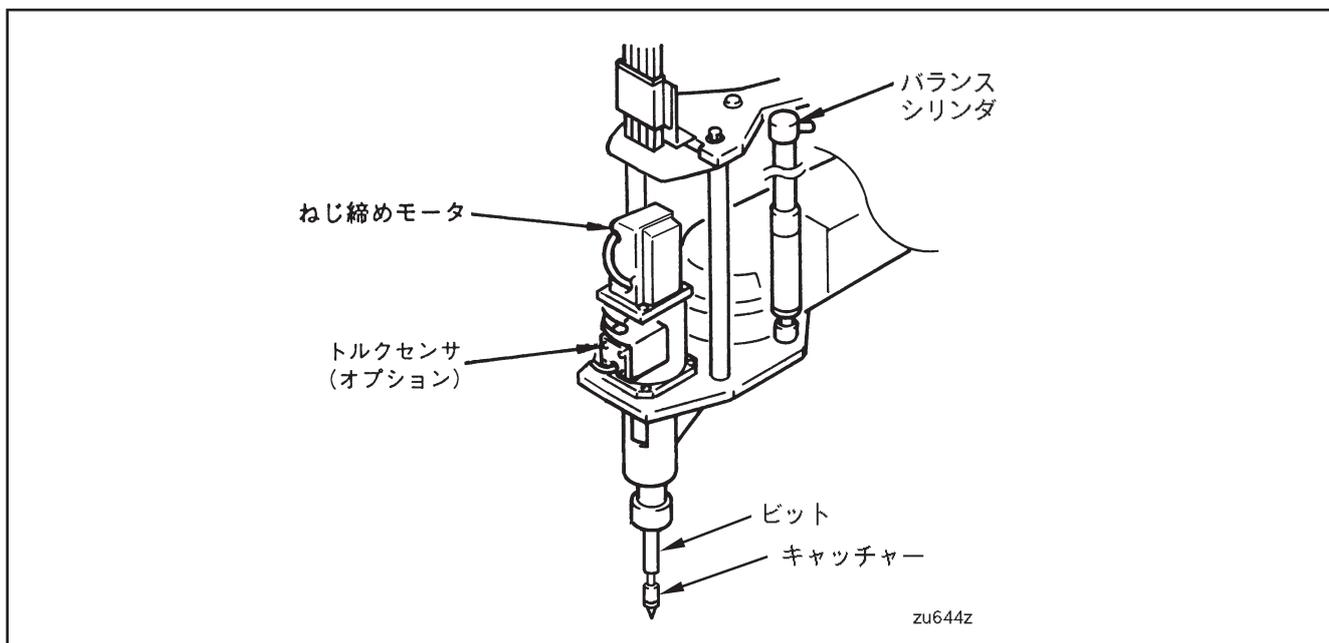

図1-3 ねじ締めヘッド部の各部の名称
- (1) ねじ締めヘッド部の ねじ締めヘッド部の外観図と各部の名称を図1-3に示します。